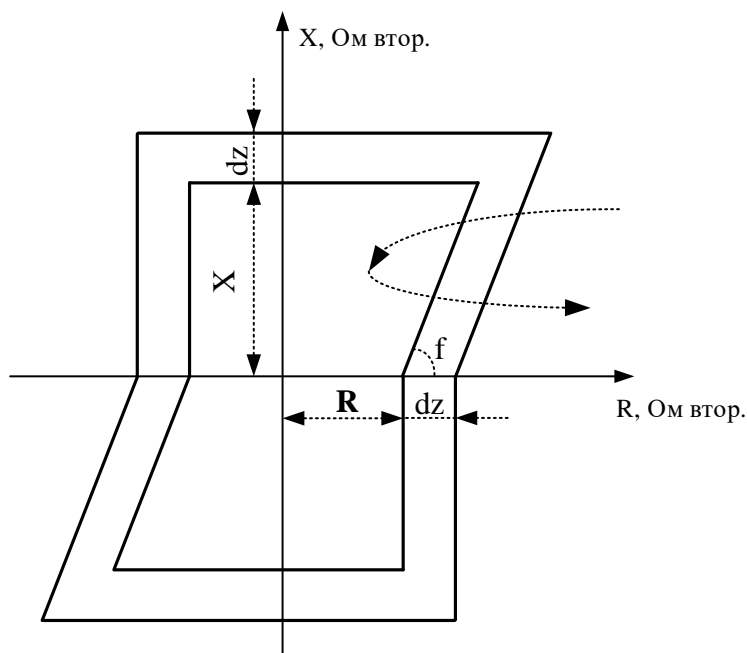

Рисунок 6.8 – Характеристика блокировки при качаниях
1. Рабочая точка перемещается из внешней зоны в зону действия (рисунок 6.8), при этом находится в дельта-зоне больше заданного времени **Tdz**. Для качаний частотой до 4–5 Гц  $Tdz=20$  мс.